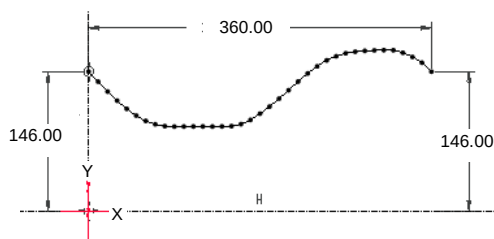

图 3.4.3 用位移数据表创建图形特征
Step2. 利用从动件的位移数据表创建图 3.4.3 所示的图形特征。
(1) 选择 **模型** 功能选项卡 **基准** 节点下的 **图形** 命令。
(2) 在系统提示为 feature 输入一个名字时, 输入图形名称 cam1 并按回车键。
(3) 系统进入 **草绘** 环境, 单击 **草绘** 功能选项卡 **草绘** 区域中的“坐标系”按钮 **坐标系**,